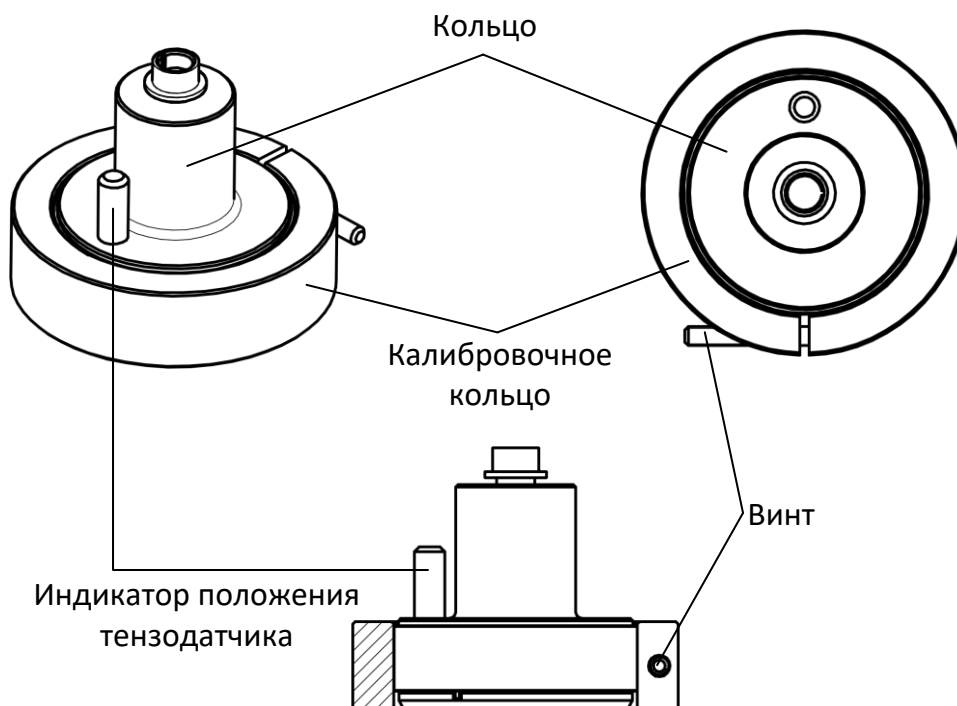

Рисунок 47 - Калибровочное кольцо контроля деформации
5.10.2 Нанести разделительный состав на внутреннюю поверхность калибровочного кольца контроля деформации и кольца. Затем установить калибровочное кольцо на кольцо, прокрутить несколько раз по часовой и против часовой стрелки для того чтобы избавиться от пустот и пузырьков воздуха в разделительном составе. Калибровочное кольцо должно свободно/с небольшим усилием прокручиваться. Прорезь на калибровочном кольце должна находиться на противоположной стороне от индикатора положения тензодатчика (см. рисунок 47).